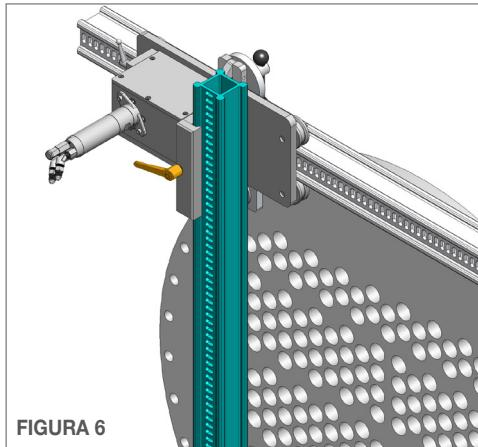

FIGURA 6
6. Solte a **Alavanca de Aperto Longa** localizada na garra de fixação do trilho vertical. Aline o Carro Conduzido com a garra de fixação do trilho vertical, localizada no carro motriz horizontal. Instale o **Trilho Vertical (com os rasgos voltados para fora)**, encaixando-o por entre as garras do carro motriz horizontal e os roletes do carro conduzido. Ajuste a posição do trilho vertical conforme necessário e feche a garra localizada no carro horizontal, apertando a Alavanca de Aperto Longa. (**Figura 6**)